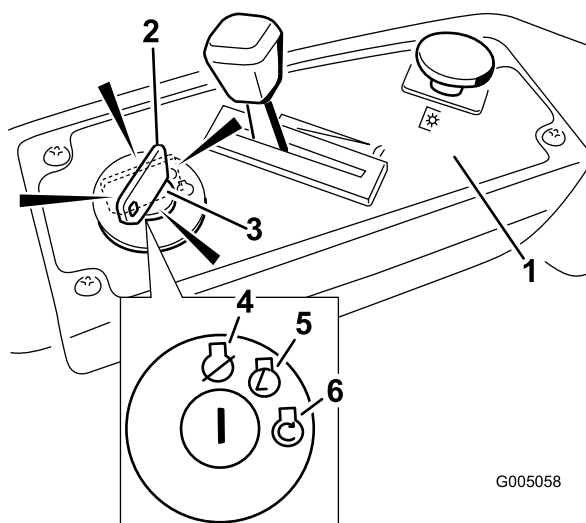

Figura 13
4. Girate la chiave di accensione in posizione Start per attivare il motorino di avviamento; Rilasciatela quando il motore si accende (Figura 13).
2. Posizionate la leva dell'acceleratore tra alta e mezza velocità (Figura 13).